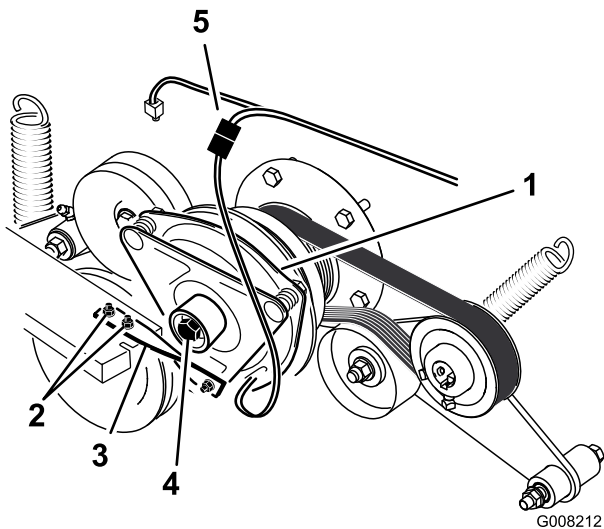

Figura 55
6. Desenchufe el conector eléctrico del embrague (Figura 55).
7. Retire los dos pernos que sujetan la correa de goma del embrague al bastidor del cortacésped (Figura 55).
8. Retire el perno central que sujeta el embrague al eje del motor, y retire el embrague y la chaveta (Figura 55).
15. Sujetando el cigüeñal en la parte trasera de la máquina, instale el perno central y apriételo a 68 Nm (Figura 55).
16. Instale la correa de goma del embrague al bastidor del cortacésped con los dos pernos y tuercas que se retiraron anteriormente (Figura 55).
18. Enchufe el conector eléctrico del embrague (Figura 55).